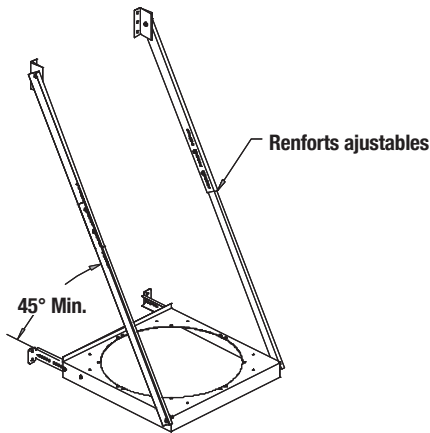

Figure 26 - Support mural ajustable (WS)
2. Utilisé pour supporter la cheminée dans les tronçons verticaux, il maintient la cheminée à une distance ajustable comprise entre 60 et 190 mm (2,5 et 7,5 po) du mur (voir **Figure 26**).